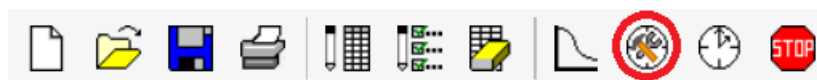

Figura 8: Acceso al menú del temporizador
- (7) En la tabla de datos configurar el temporizador accediendo al menú enmarcado en la figura 8.